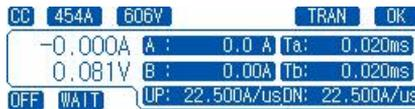

图 3-13 动态模式工作界面
- 2) 按下 **Tran** 模式按键，按键指示灯变亮，进入动态模式工作界面，此时工作状态为 WAIT（闪烁），如图 3-13 所示。